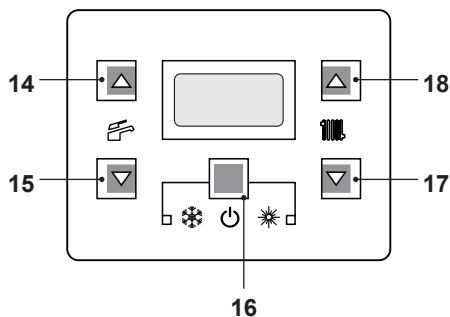
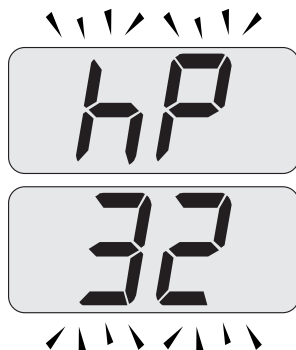

Figura 7.2
Figura 7.5
- Entrare in "modalità programmazione" premendo contemporaneamente per 10 secondi i tasti 16 - 17 - 18 (Figura 7.2) fino a far apparire sul display LCD le lettere **Pr** che si alternano con il codice **01**, indicanti l'entrata nel "parametro 01" (Figura 7.3).
- Premere contemporaneamente i tasti 17 e 18 (Figura 7.2) fino a far apparire sul display LCD le lettere **LP** che si alternano con il valore di temperatura dell'acqua di riscaldamento (es. **45**), indicanti l'entrata nell'attivazione della "funzione spazzacamino" alla potenza minima (Figura 7.4).
- Premere il tasto 18 (Figura 7.2) per entrare in modalità "spazzacamino alla potenza minima in riscaldamento". Sul display appare **hP** alternato alla temperatura dello scambiatore primario (Figura 7.5).
- Premere il tasto 17 (Figura 7.2) fino a far apparire sul display LCD le lettere **LP** che si alternano con il valore di temperatura dell'acqua di riscaldamento (es. **60**), indicanti l'entrata nell'attivazione della "funzione spazzacamino" alla potenza minima in sanitario (Figura 7.8).
- Spegnerne la caldaia tenendo premuto per 2 secondi il tasto 16 (Figura 7.2) fino a far apparire sul display LCD il simbolo  (Figura 7.9).